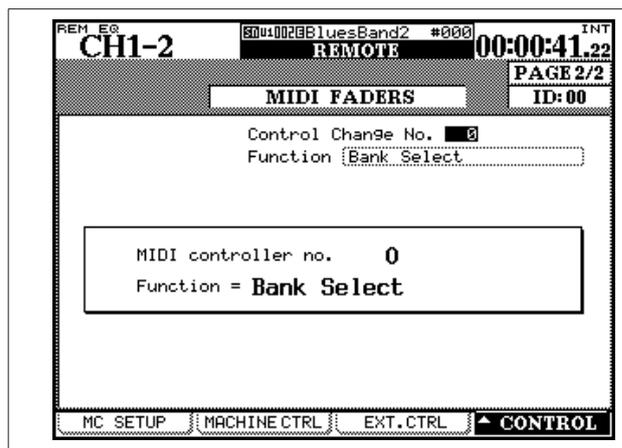

Figura 8.5: schermata MIDI Faders
2. Impostare il messaggio di Control Change usando la schermata CONTROL (sotto alla Figura 8.5, schermata MIDI Faders) o in il ID campo del EXT. CTRL schermata.